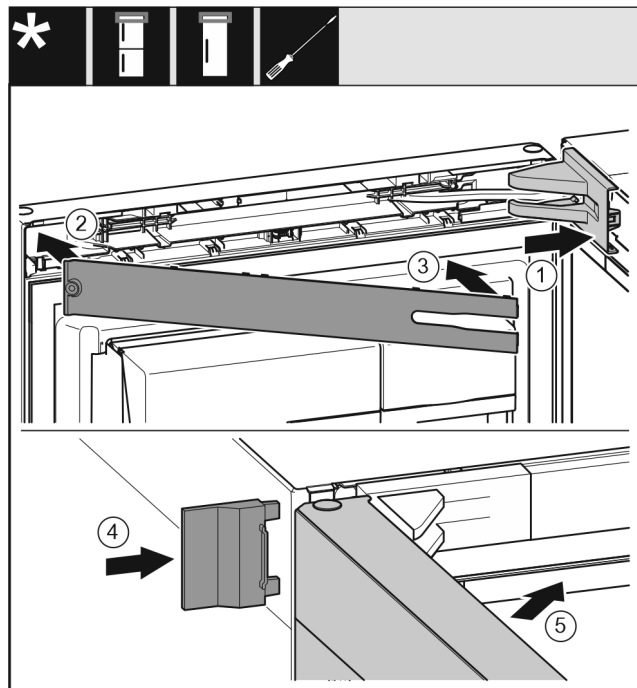

Fig. 32
- ▶ Namestite pokrov ležajnega podstavka Fig. 32 (1) in ga zaskočite, po potrebi ga previdno potisnite narazen.
- ▶ Namestite zaslonko Fig. 32 (2).
- ▶ Obrnite zaslonko Fig. 32 (3) not in jo zatakните.
- ▶ Navlecite zunanji pokrov Fig. 32 (4).
- ▶ Zaprite zgornja vrata Fig. 32 (5).